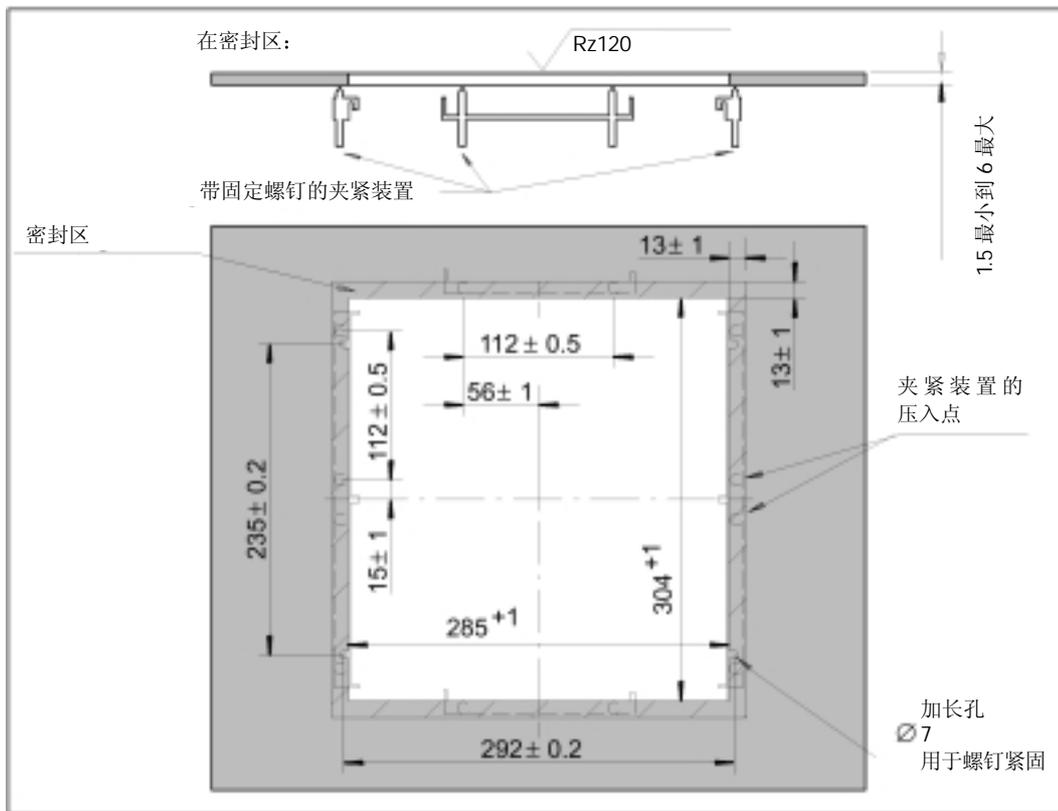

图 6-3 OP010S 操作面板的安装尺寸
表 6-2 安装孔尺寸 (参见图 6-3)
2. 从后面通过 6 个紧固装置把前面板固定在面板方框中 (参见图 6-3), 紧固固定螺钉 (扭矩 0.4-0.5Nm)。